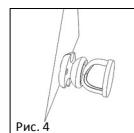

Рис. 4
■ Рис.4 Куполообразная часть регулировочного приспособления используется для удержания головки слуховой косточки во время процесса измерения. Плоская часть предназначена для опоры на барабанную перепонку. Толщина трансплантата (например, хриевского диска) используется потом для выравнивания барабанной перепонки и учитывается при расчете длины протеза. После того, как найдена оптимальная длина, можно отрегулировать/выбрать соответствующую длину частичного протеза.